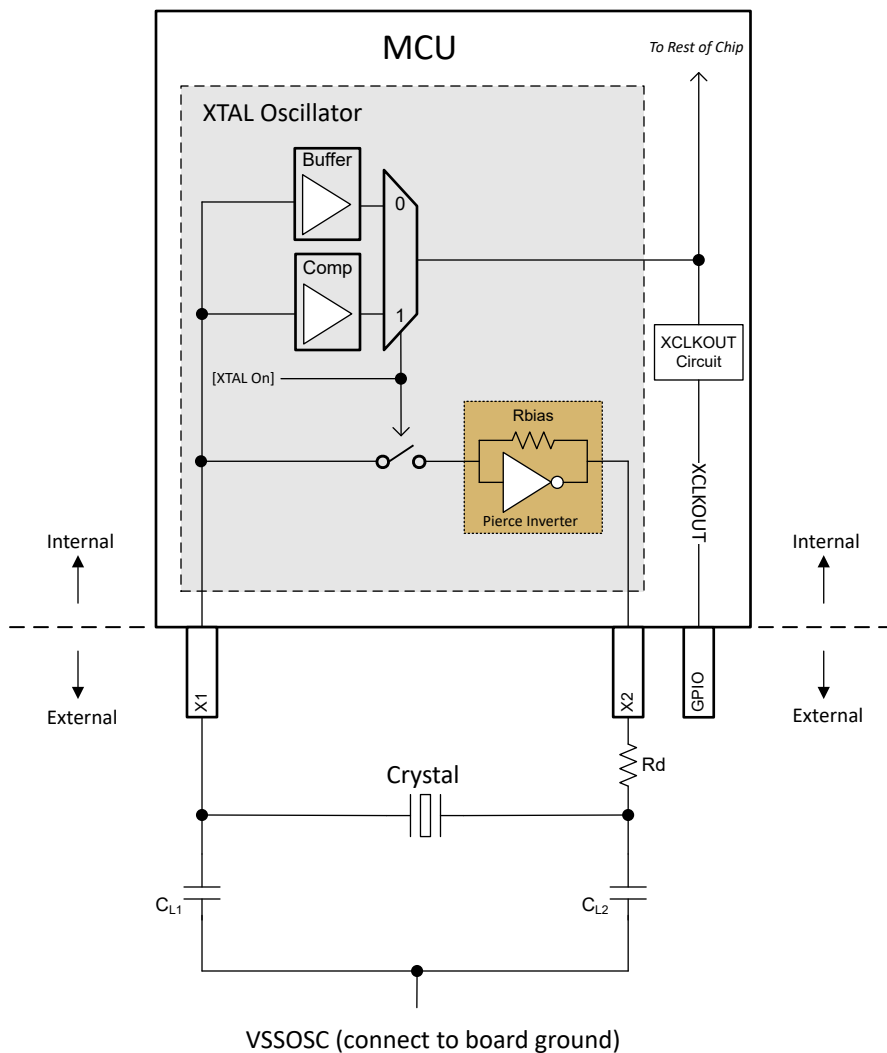

图 6-12. 电子振荡器方框图
该器件中的电子振荡器是皮尔斯振荡器。它是一个正反馈逆变器电路，需要一个调优电路才能振荡。当这个振荡器与一个兼容的晶体配对时，会形成振荡电路。该振荡电路在晶体的基频处振荡。在该器件上，由于分流电容器 (C0) 和所需的负载电容器 (CL)，振荡器被设计成在并联谐振模式下运行。图 6-12 所示为电子振荡器和振荡电路的元件。
根据图 6-12，CL1 和 CL2 是串联的；因此，要找到晶体看到的等效总电容，必须应用电容串联公式：如果  $CL1 = CL2$ ，只需计算  $[CL1]/2$  即可。